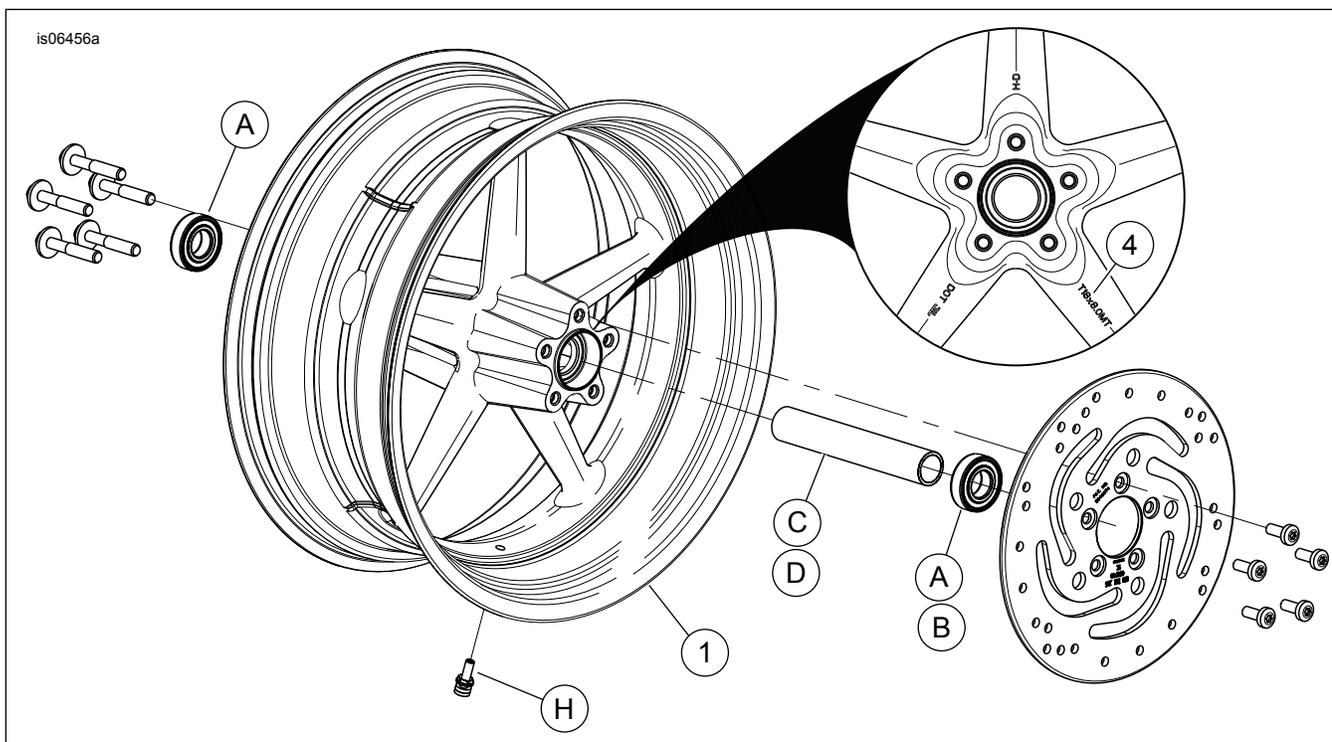

Figure 1. Pièces de rechange : Roue arrière Rocker
Ces kits incluent uniquement la roue personnalisée. Voir Figure 1 et Tableau 2.
2. Voir Figure 1. Poser l'ensemble de tige de soupape (H) sur la roue. Se reporter au manuel d'entretien.